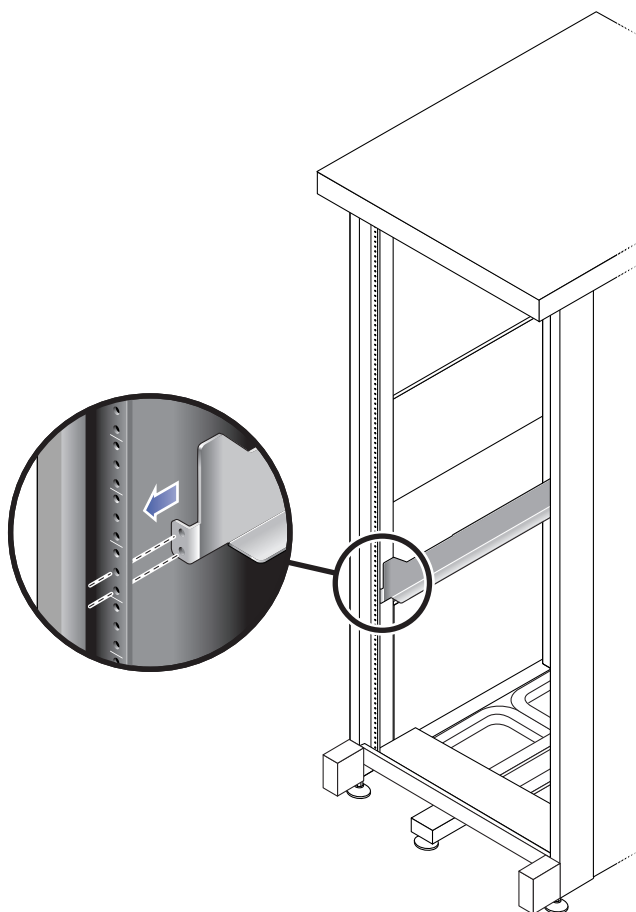

FIGURE 2-6 Placement de l'avant du rail gauche derrière le rail avant gauche de l'armoire
- a. Placez l'avant du rail directement à l'intérieur du rail avant de l'armoire** (voir FIGURE 2-6).